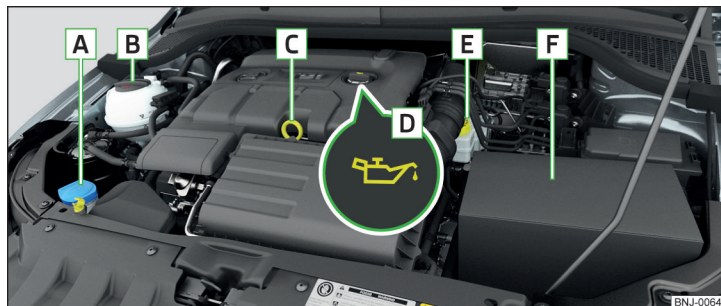

Bild 166 Principskiss: Motorrum
Placering i motorrummet » bild 166
- Skruva av locket till påfyllningsöppningen för motorolja » bild 166 på sidan 148.